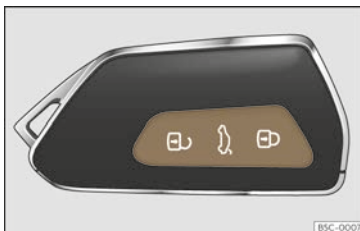

Abb. 78 Funkschlüssel: Tasten
- Verriegeln: Drücken Sie die Taste  >>> (Abb. 78).